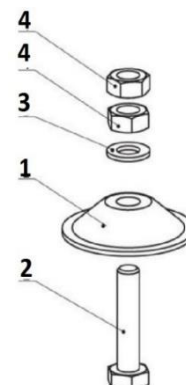

Fig. 2d;
* Nei casi in cui le basette regolabili siano composti, è possibile montarle come descritto (Fig. 2d):